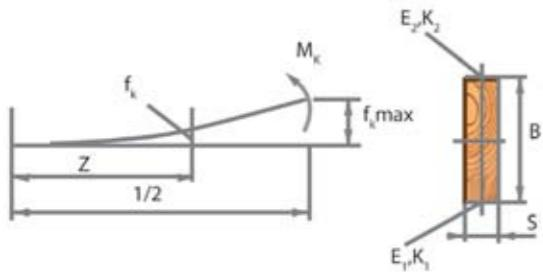

Рис. 7. Расчетная схема для определения кромочного коробления
Величину кромочного коробления в упругой стадии деформирования можно найти, используя известное приближенное дифференциальное уравнение изогнутой линии (рис. 7) с учетом формулы (4):